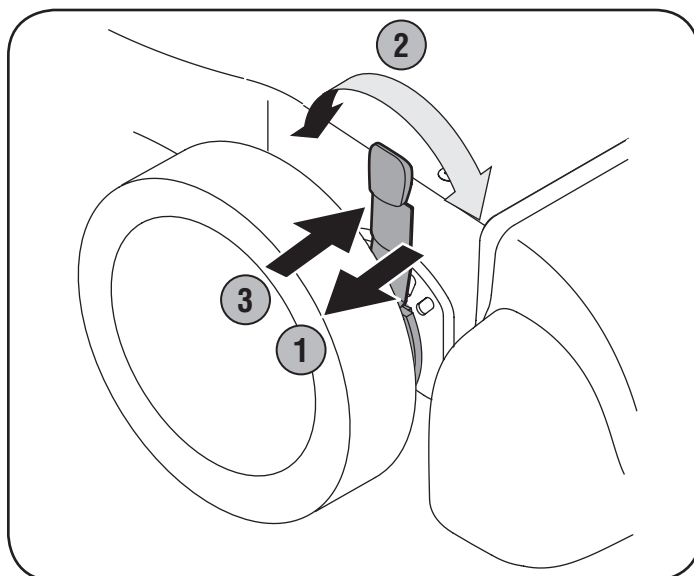

Figura 8
1. Oprima la palanca de ajuste de la altura del pico hacia la rueda. Vea la figura 8.